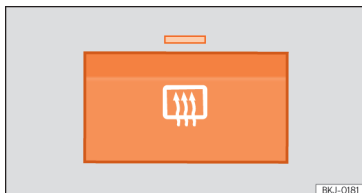

Fig. 147 Junto con los mandos de la climatización: conmutador de luneta térmica.
- Pulse el conmutador de desempañado  » **fig. 147**